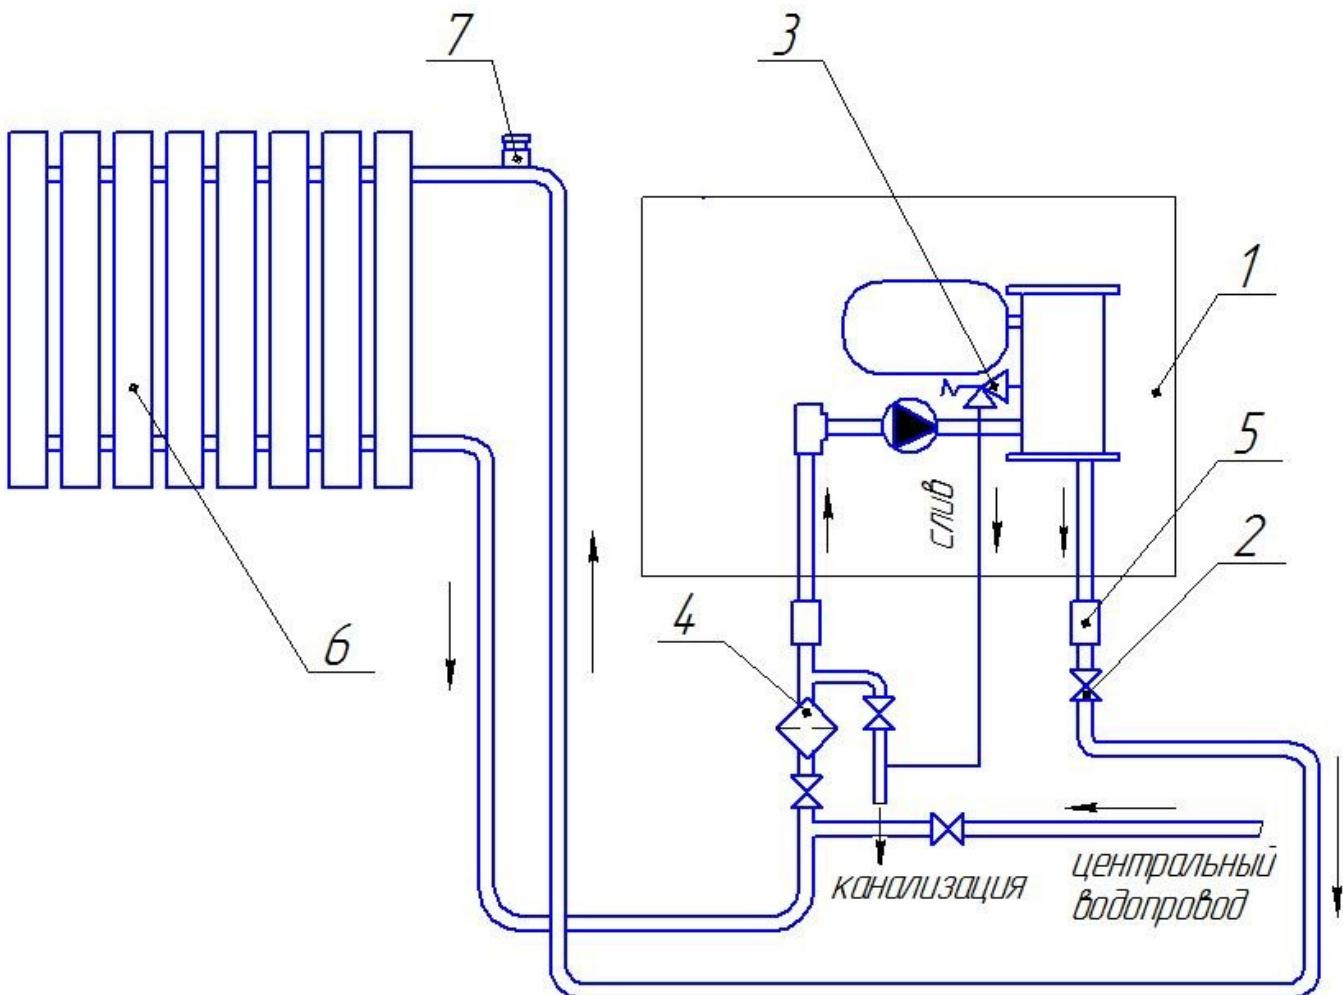

Рис.5 Упрощенная схема использования ЭВН-К в системе отопления
5.5.3 Подключить ЭВН-К к системе отопления (рис. 5). Систему отопления предварительно нужно промыть, затем заполнить чистой, без твердых включений и минеральных масел, химически нейтральной питьевой водой с РН 6,5-8,5 или жидкостью для отопительных систем (макс. Содержание гликоля 30%) и опрессовать. Выпустить воздух из системы и устраниТЬ протечки.
7.1 Монтаж отопительной системы производится согласно СНиП РК 4.02-42-2006. В качестве нагревательного прибора 6 (рис.5) рекомендуется использовать радиаторы. Подсоединение ЭВН-К к системе отопления осуществляется соединительными муфтами 5 с соответствующими уплотнителями.
7.2. Система отопления (рис.5) закрытого типа. В ЭВН-К уже вмонтирован расширительный бак с резиновой мембраной и циркуляционный насос. Для такой системы необходимо учесть: